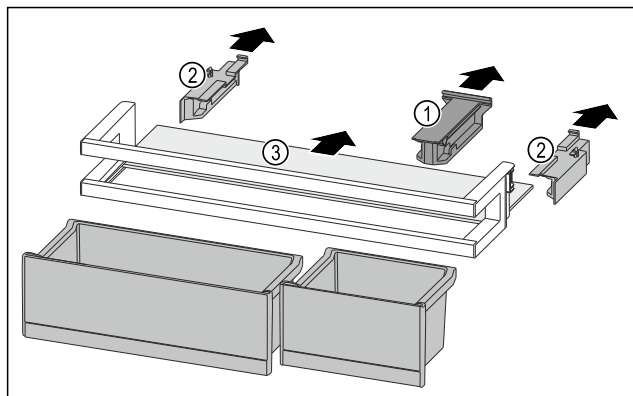

Fig. 137
- ▶ Držák Fig. 137 (1) stáhněte.
- ▶ Boční díly Fig. 137 (2) stáhněte.
- ▶ Odkládací plochu Fig. 137 (3) odeberte.